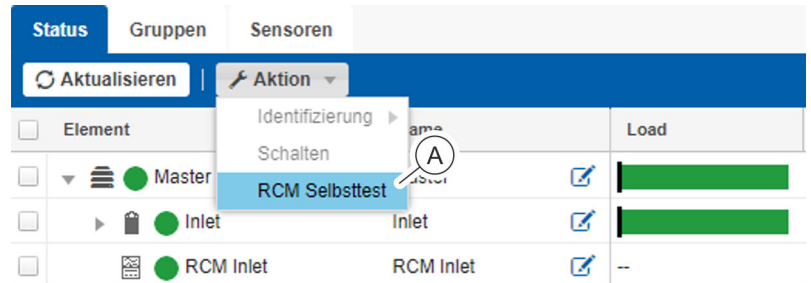

Abb. 106: Menü "Status"
2. **Über „Aktion → RCM Selbsttest“ (Abb. 106/A) den RCM Selbsttest anwählen.**